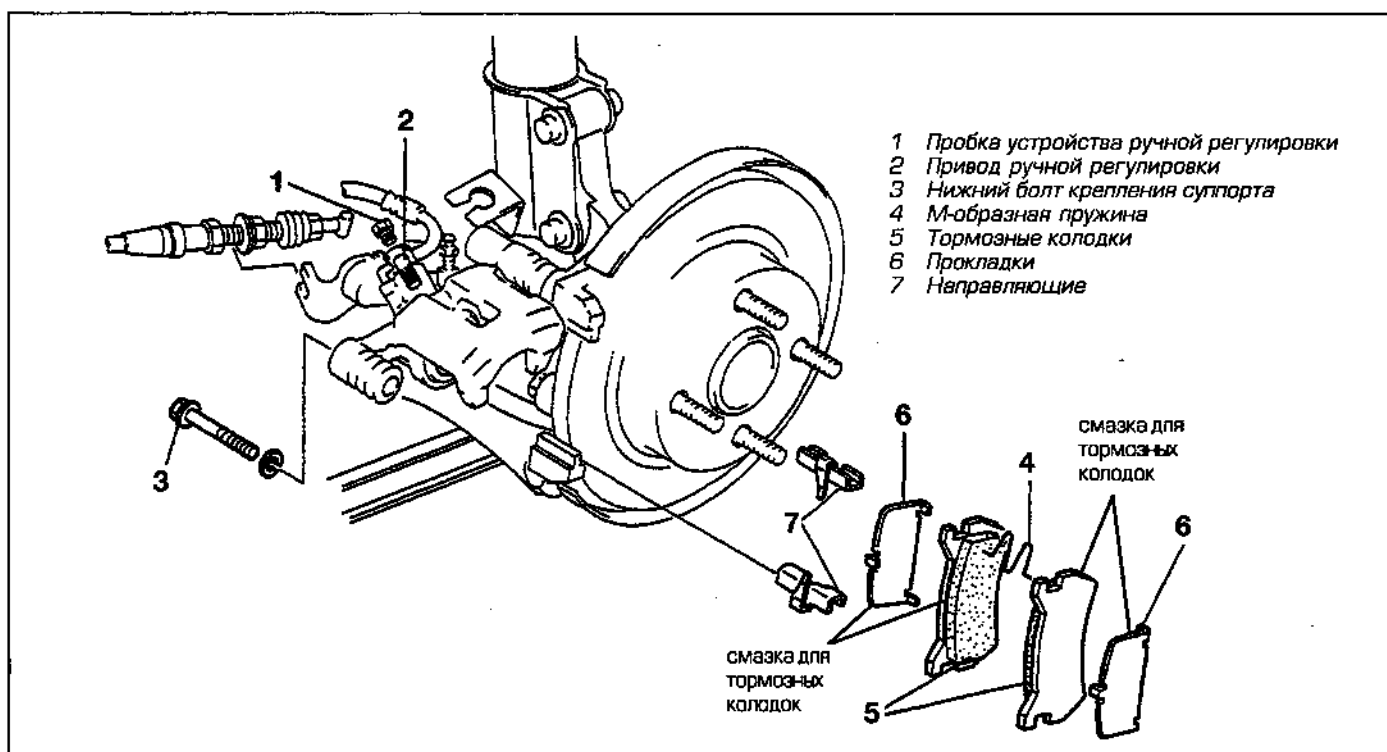

Рис. 8.6. Детали дискового тормоза задних колес
6 Отверните пробку винта ручной регулировки (см. рис. 8.6).
8 Отверните нижний болт суппорта (см. рис. 8.6).
9 Снимите М-образную пружину с суппорта (см. рис. 8.6).
11 Снимите тормозные колодки, прокладки и направляющие (см. рис. 8.6).
14 Установите тормозные колодки вместе с прокладками и М-образной пружиной (см. рис. 8.6).
15 Установите нижний болт суппорта (см. рис. 8.6). Затяните болты крепления суппорта требуемым моментом.
4 Отверните пробку винта ручной регулировки колодок (см. рис. 8.6).
- 6 Отверните нижний болт крепления суппорта (см. рис. 8.6).
- 7 Снимите с суппорта М-образную пружину (см. рис. 8.6).